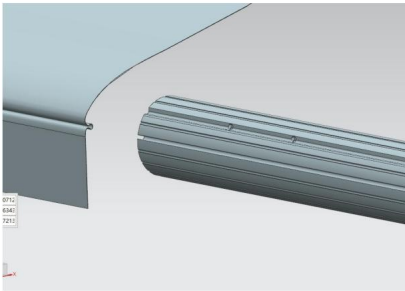
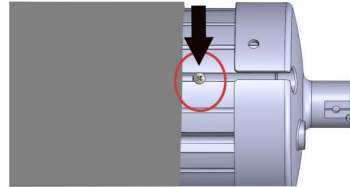

Figuur C10
Figuur C11
3.4 Trek de verbinding buizen aan beide uiteinden van de middelste wikkelbuis uit tot aan de rode eindpositie, monteer de linker- en rechter wikkelbuis en bevestig deze met schroef A bij de verbinding. (Figuur C10, Figuur C11)